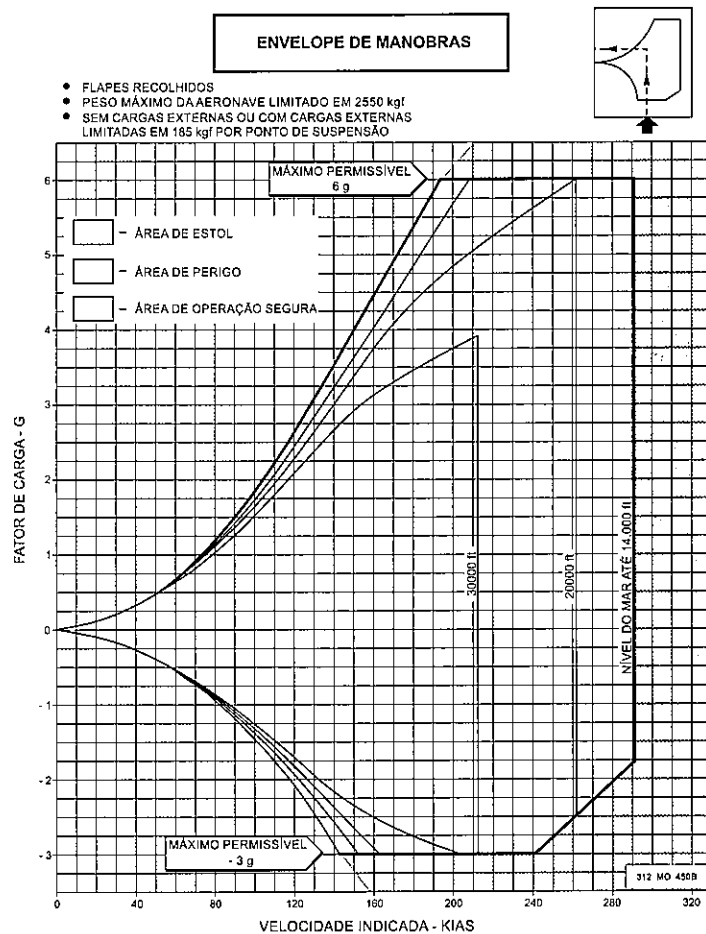

Figura 2A
- O envelope de manobras, na configuração lisa, é apresentada na figura 2A, página N-22A.
- Flapes recolhidos Veja a figura 2A